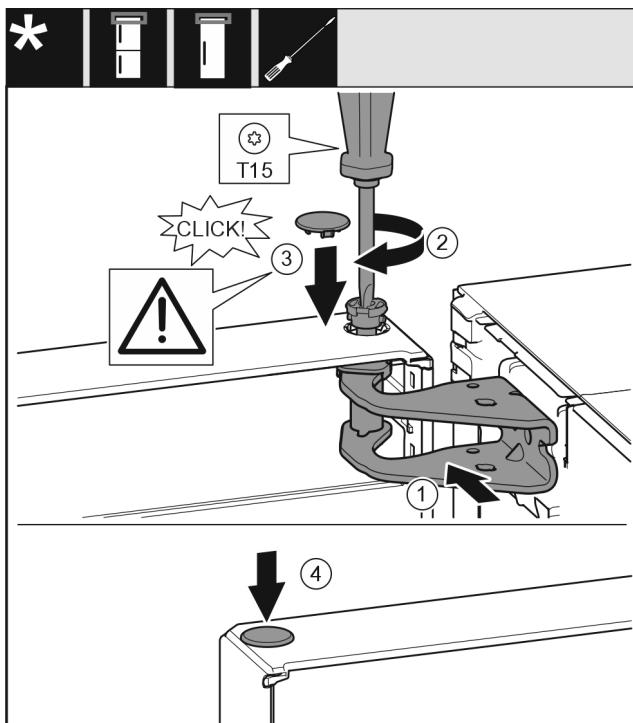

Fig. 21
- Выровняйте дверь вверху по отверстию в опорном кронштейне. Fig. 21 (1)
- Вставьте палец Fig. 21 (2) и затяните отверткой.
- Установите предохранительную крышку Fig. 21 (3) для защиты двери: вставьте предохранительную крышку и проверьте, прилегает ли она к двери. В ином случае вставьте палец полностью.
► Вставьте заглушку Fig. 21 (4).